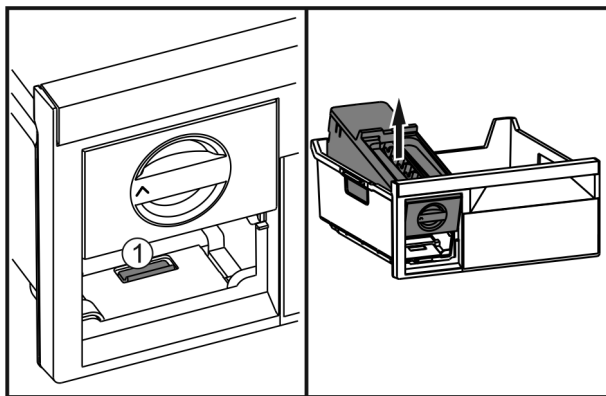

Fig. 47
- ▶ Нажать на накладку Fig. 47 (1), EasyTwist-Ice поднять сзади и вынуть из выдвижного ящика морозильника.